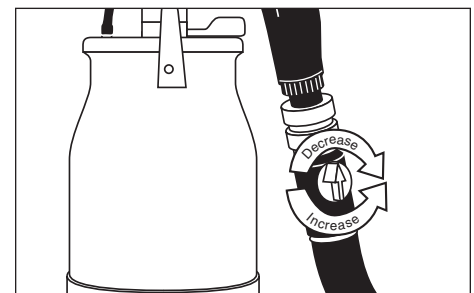

Figura 11 - Cómo regular el flujo de aire
- Para una regulación de patrón fino, gire la perilla de control de flujo de aire en sentido horario para disminuir dicho flujo y en sentido antihorario para aumentarlo (ver Figura 11).